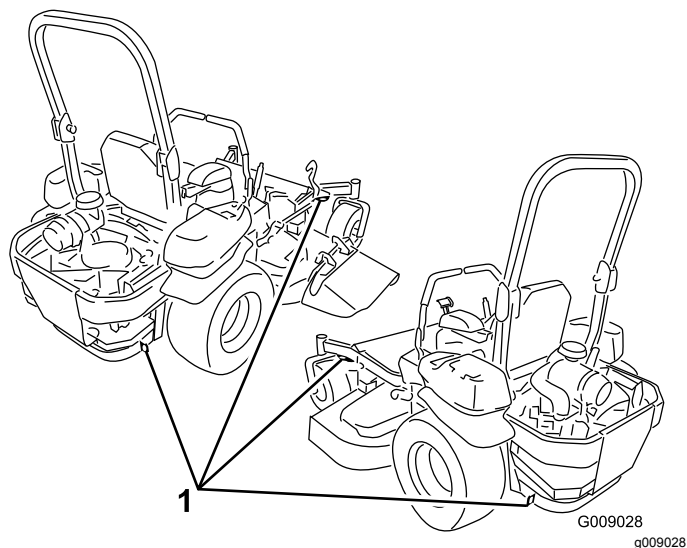

Figure 42
5. Servez-vous des points d'attache en métal de la machine pour l'arrimer solidement sur la remorque ou le véhicule de transport au moyen de sangles, chaînes, câbles ou cordes (Figure 42).